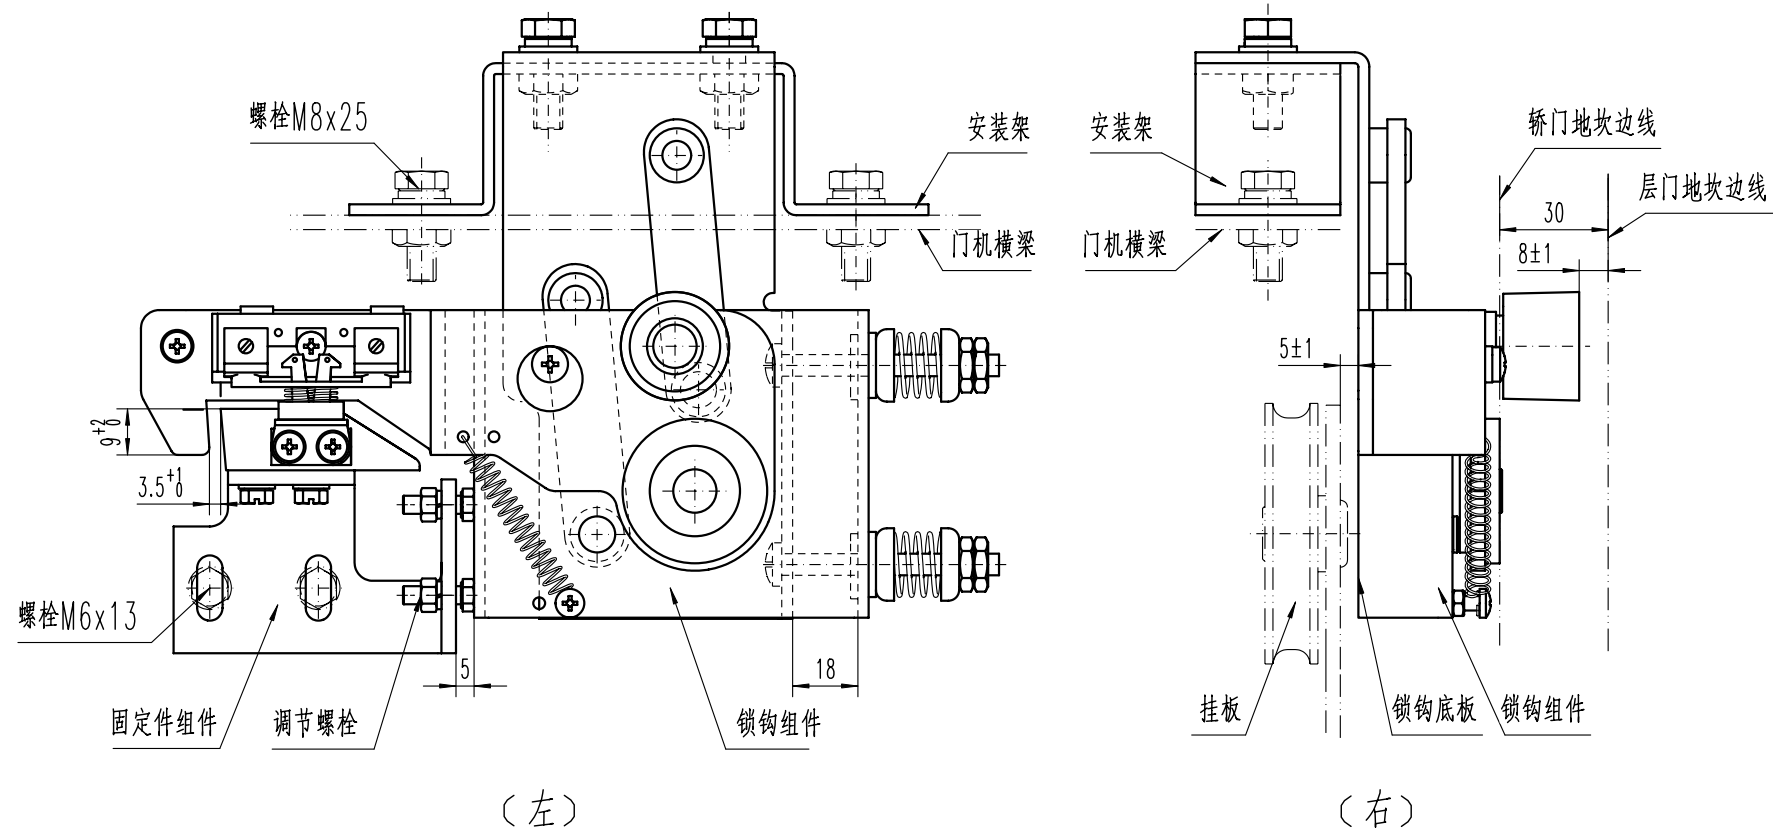

图1
- 如图1所示，本轿门锁由安装在门机横梁上的安装架、锁钩组件和安装在挂板上固定件组件组成。
- 如图1(右)所示，通过安装架固定在门机横梁上锁钩组件中的底板与挂板保持平行，且间隙为 $5\pm 1\text{mm}$ 。
- 如图1(左)所示，在关门到位情况下，调整两调节螺栓长度约为 5mm ，锁钩与固定件的啮合尺寸为 9^{+2}_0mm ，水平方向距离为 3.5^{+1}_0mm ，锁钩组件中压簧压缩距离为 $18\pm 1\text{mm}$ ，同时保证锁钩确实钩住固定件。